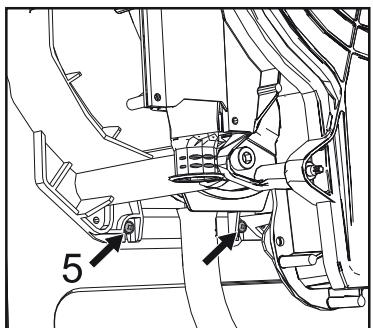

fig. 57 -
- Allentare le 2 viti inferiori "5" di fissaggio scambiatore al telaio ("fig. 57 -")